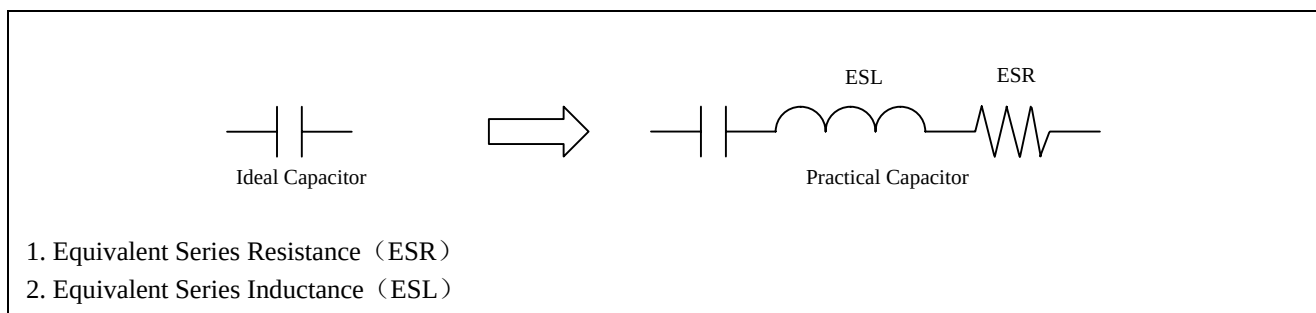

图 11 电容的等效电路
- 图 11 是电容的等效电路。实际的电容频率应答如下所示：